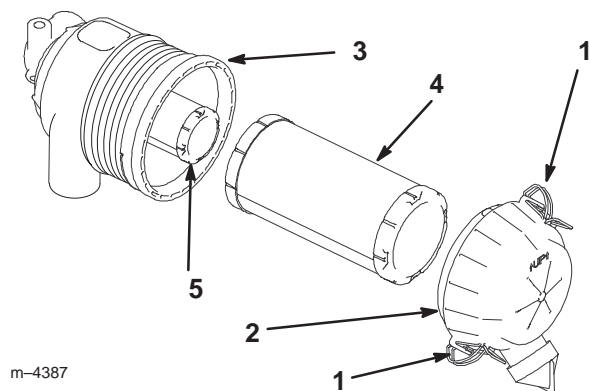

Bild 25
3. Lösen Sie die Riegel am Luftfilter und ziehen den Luftfilterdeckel vom -gehäuse ab (Bild 25).
- Schieben Sie den Hauptfilter vorsichtig aus dem Luftfiltergehäuse heraus (Bild 25). Vermeiden Sie ein Anstoßen des Filters an der Seite des Gehäuses. Entfernen Sie den Sicherheitsfilter nur, wenn dieser gleichfalls ausgetauscht wird.
- Schieben Sie den Sicherheitsfilter, wenn Sie diesen austauschen, vorsichtig in das Filtergehäuse ein (Bild 25).
- Ziehen Sie den Hauptfilter vorsichtig über den Sicherheitsfilter (Bild 25). Stellen Sie sicher, dass dieser einwandfrei einliegt, indem Sie beim Einbauen auf den äußeren Rand des Filters drücken.
- Bringen Sie den Luftfilterdeckel mit der Seite, auf der UP gestanzt ist, an und sichern ihn mit den Verschlüssen ab (Bild 25).